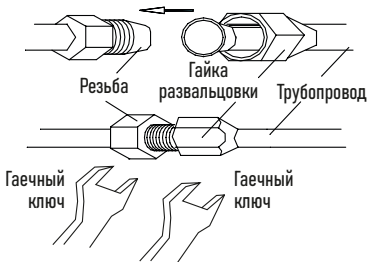

Рисунок 12
- Плотно закрутите гайку торсионным гаечным ключом до щелчка (рис. 12).